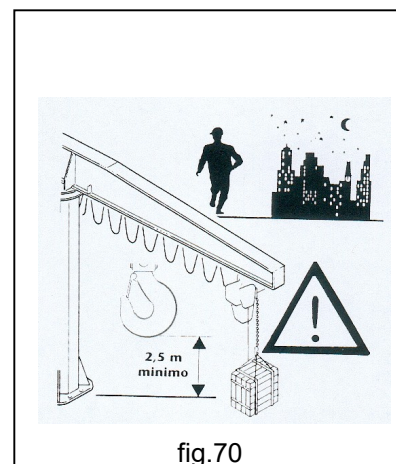

fig.70
- **SIEMPRE**, al final del trabajo, coloque el brazo de la grúa, el gancho y la botonera, de modo que no representen un peligro de colisión. Levantar el gancho, cuando sea posible, a una altura \geq de 250 cm. (fig.70).